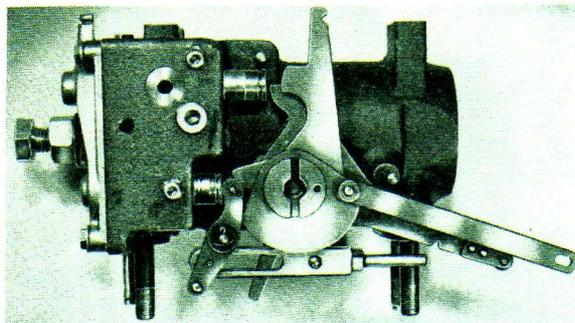

Fig. 13
- 2° Placer correctement le vérin dans le carter, l'ensemble des excentriques placé dans la position indiquée à la fig. 13.